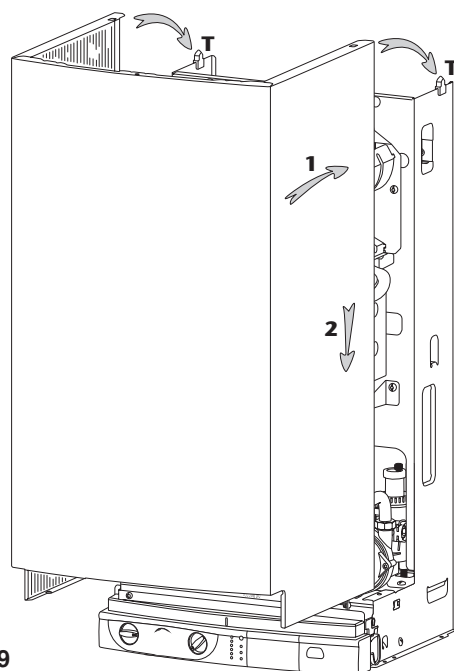

Fig. 19
- présenter l'habillage (fig. 19)